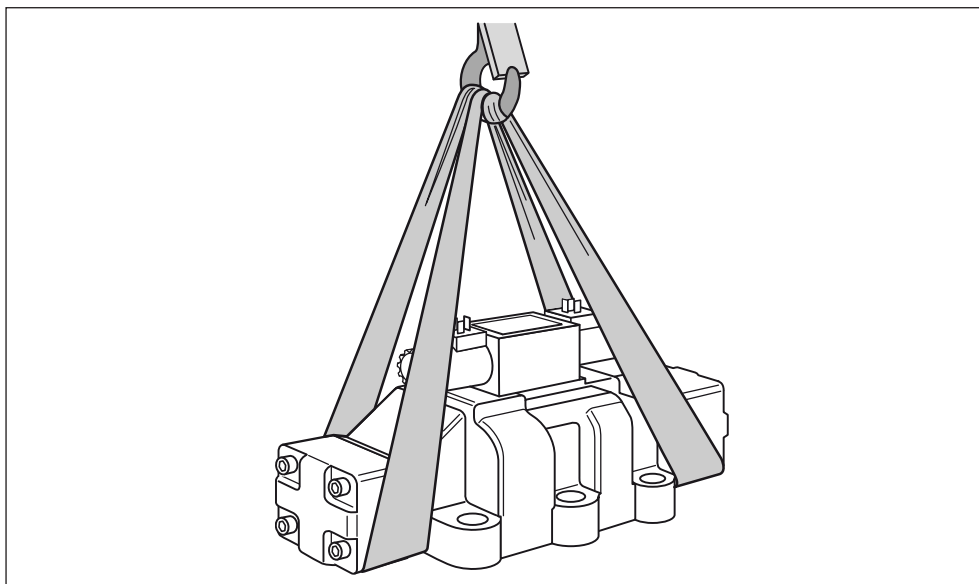

Fig. 1: posición de la banda de transporte
- ▶ posicione una banda de transporte alrededor de la válvula hidráulica de manera que no se desplace sobre los componentes (p. ej. válvula piloto, solenoides), ver fig. 1;